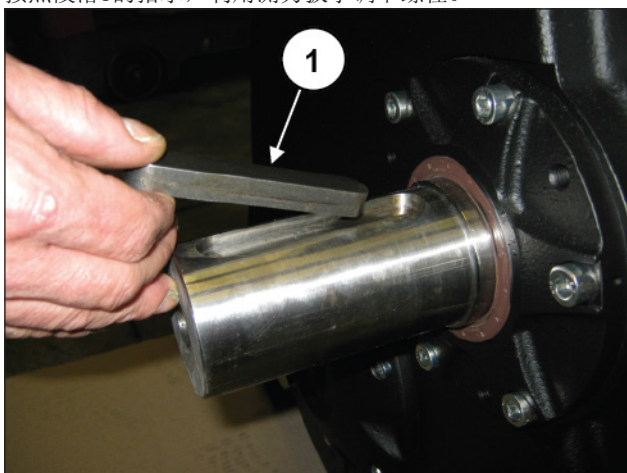

图 144
将平键安装到动力输出轴上（①，图 144）。按照段落3的指示，利用测力扳手调节螺栓。